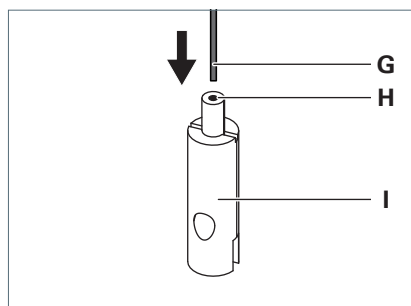

Fig. 4: Monter l'attache de câble.
- ▶ Faites passer le câble métallique **G** à travers la douille de guidage **H** de l'attache de câble **I**, voir Fig. 4.